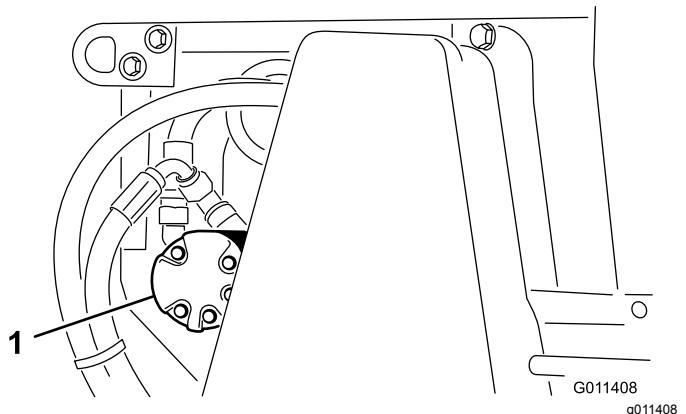

Figura 23
2. Allentate i dadi che fissano il motore della spazzola (Figura 23) al lato sinistro della macchina.